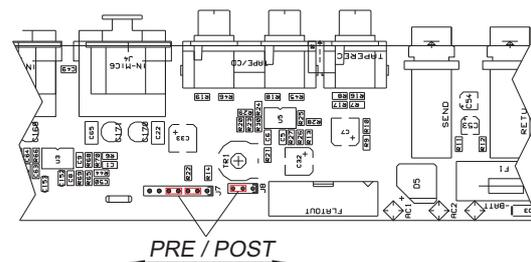

Fig7. Pre Out modifiche interne
Sul pannello posteriore dell'apparecchio è disponibile una presa Jack da 6,3mm d'uscita (21) per il segnale preamplificato processato. Il segnale può essere prelevato pre o post controllo Master (8); per le relative impostazioni vedi Fig7. Questa uscita è bilanciata elettronicamente.